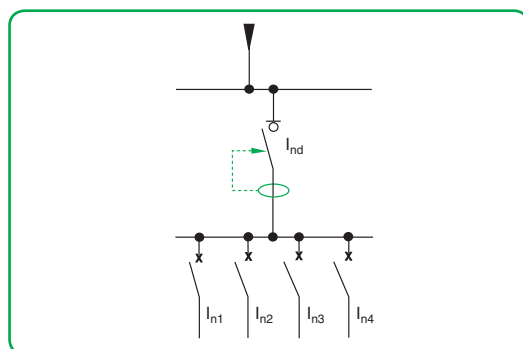

Fig. 5.41. Interruptor diferencial, aguas arriba de un grupo de interruptores automáticos.
■ Si el interruptor diferencial está situado aguas arriba de un grupo de circuitos protegidos por interruptores magnetotérmicos del mismo número de polos que el ID (**fig. 5.41**), la corriente asignada del interruptor diferencial I_{nd} se elige en función de: